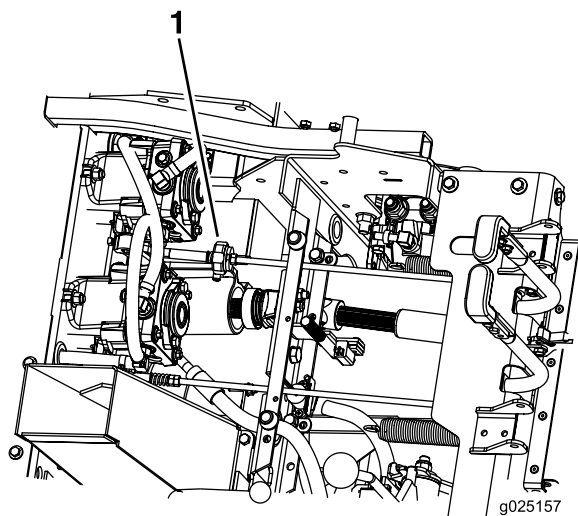

Figura 50
6. Controllate e accertate che la macchina non si sposti in folle con i freni di stazionamenti disinseriti (Figura 50).